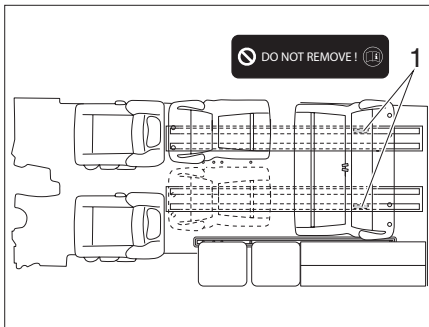

Bild 5 Sovbrits rätt monterad
För att begränsa stolens rörelser finns en begränsningsplatta (Bild 5,1) i monterad i skjutskenan.
- ▶ Sovbritsen får endast användas i den främre delen med begränsningsplattan (Bild 5,1) där skjutskenor befinner sig. I det bakre området får man inte placera sovbritsen.
- ▶ Begränsningsplatta (Bild 5,1) får inte avlägsnas (Do not remove!).